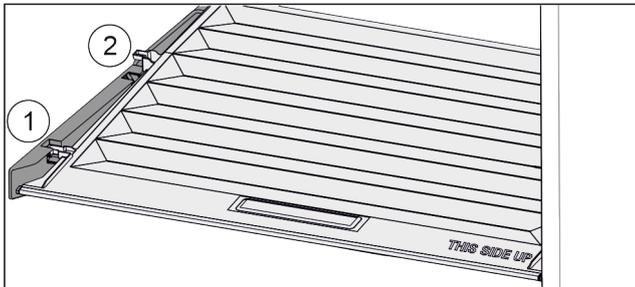

Fig. 43
- ▶ Tirer le couvercle vers l'avant jusque dans l'orifice des pièces de retenue Fig. 43 (1).
- ▶ Le soulever par le bas à l'arrière et le sortir par le haut Fig. 43 (2).